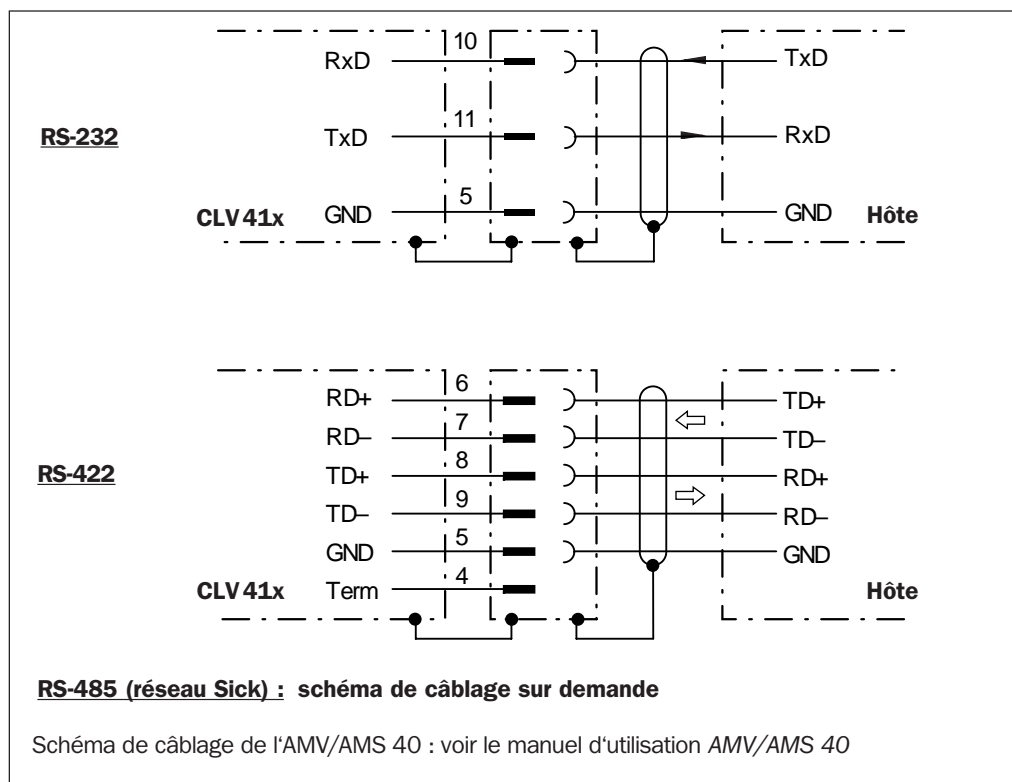

Fig. 4. Schéma de principe de la liaison hôte
- Raccorder l'interface du CLV à l'ordinateur hôte avec un câble blindé dans le respect de la législation CEM (fig. 4).